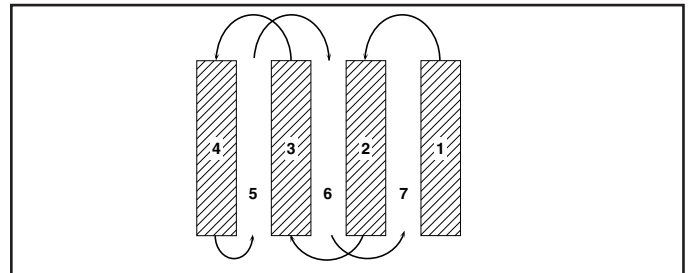

Fig. 13
- Vous trouverez le labourage beaucoup plus facile si vous laissez un sillon non bêché entre les passes. En ce temps-là retourner entre le rang de labourage (Voir la Fig. 13). Il y a deux raisons pour faire ceci. Premièrement, des virages larges sont beaucoup plus faciles à prendre que faire des demi-tours. Deuxièmement, la motobineuse ne vous entraînera pas vers le rang bêché qui est le plus proche.